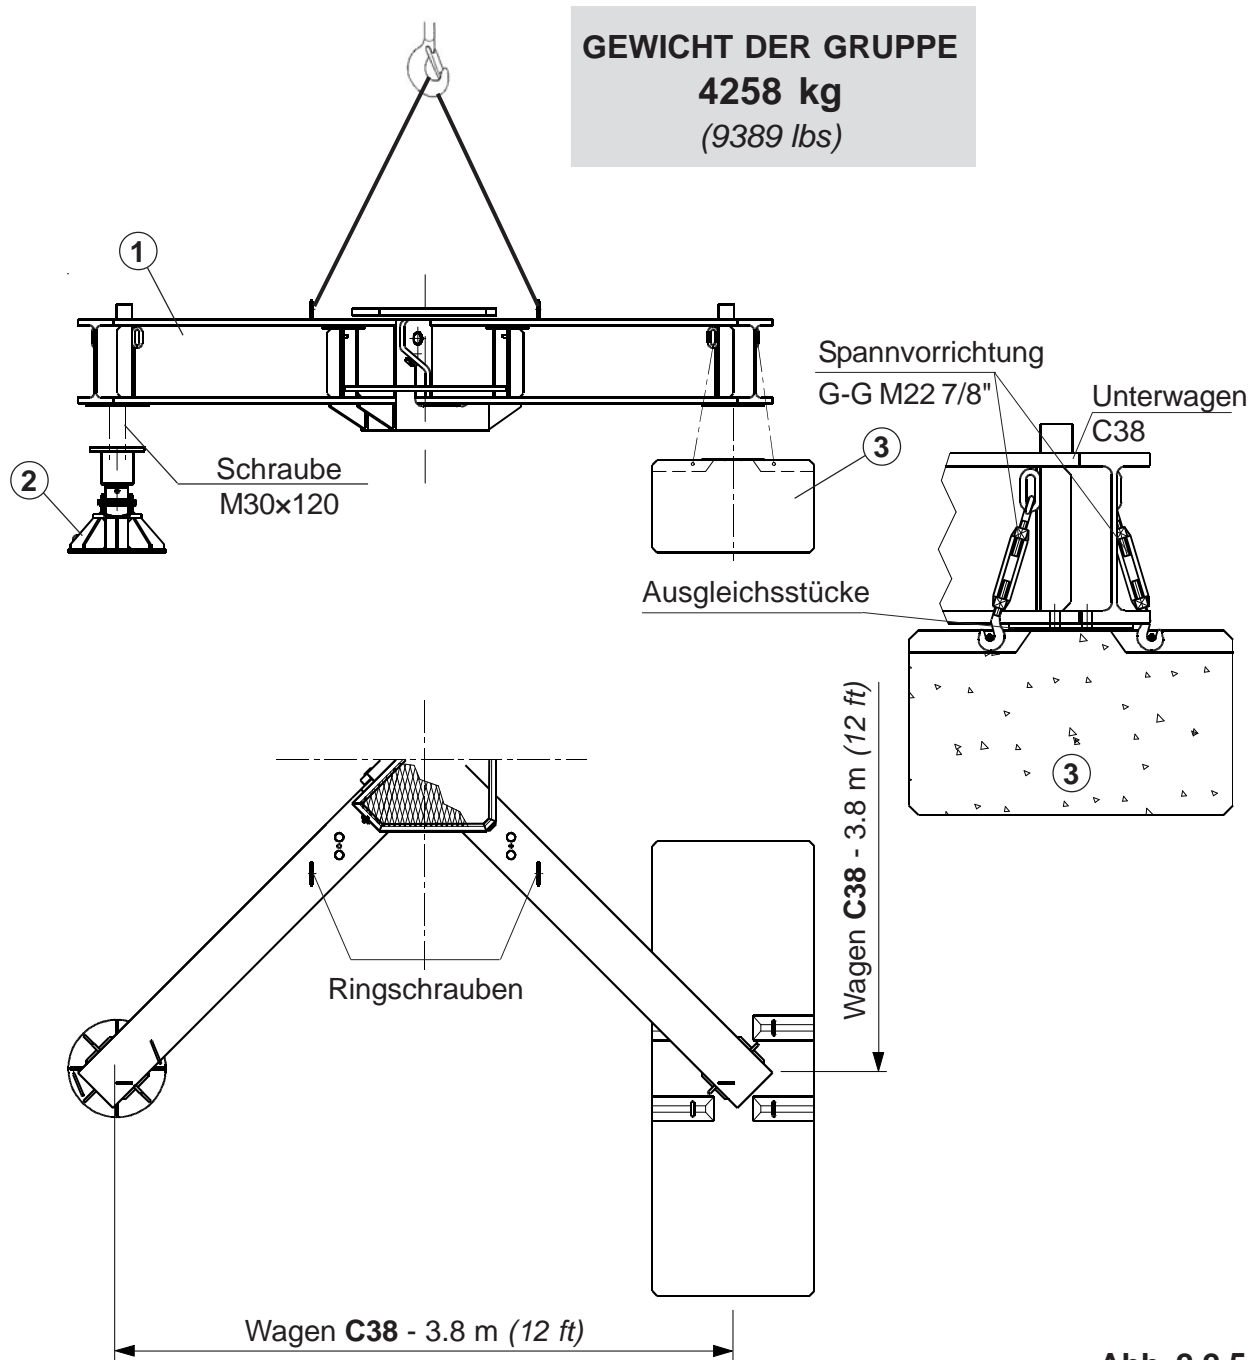

Abb. 2.2.5
Den Unterwagen (1) anschlagen, anheben und auf die Stabilisatoren (2) oder auf die Ballastblöcke (3) positionieren und mit den entsprechenden Schrauben M30×120, Unterscheiben und Muttern (Installation "F") oder mit den Spannvorrichtungen G-G M22 7/8" (Installation "FP") (Abb. 2.2.5) befestigen.